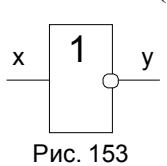

Рис. 153
- 1.** Логическое отрицание (или инверсия). Записывается эта функция так: $y = \bar{x}$. Данная функция реализуется логическим элементом, который называется инвертором или же элементом НЕ (смотрите рис. 153).